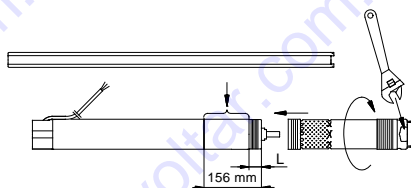

Fig. 6
4. Atornillar la bomba al motor (55 Nm). **Precaución:** El eje de la bomba debe encajar con el eje del motor. Se puede utilizar una llave inglesa en los puntos de sujeción de la bomba, ver fig. 6.